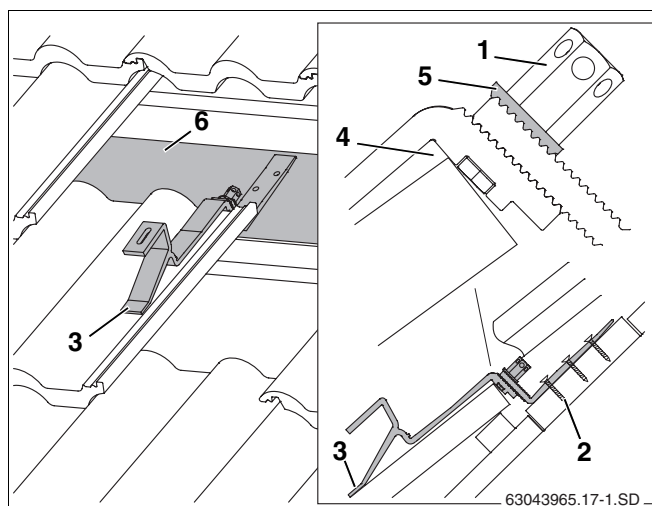

Fig. 15 Gancho para telhados instalado (para uma melhor imagem, algumas telhas não estão apresentadas)
- ▶ Colocar o apoio à frente de tal forma que no caso de carga este assente numa concavidade (fig. 15, **item 3**).
O gancho para telhados deverá ter alguma folga no bordo superior da telha (fig. 15, **item 4**). Eventualmente, ajustar a telha em cima.
- ▶ Deslocar para baixo o gancho para telhados até que este assente no caibro ou nas tábuas/pranchas (fig. 15, **item 6**).
A anilha dentada (fig. 15, **item 5**) deve encaixar na parte inferior dentada do gancho para telhados.
- ▶ Apertar a porca sextavada comprida (fig. 15, **item 1**). Para o efeito, introduzir a chave SW5 no furo da porca sextavada e rodar.
- ▶ Fixar a parte inferior do gancho para telhados, pelo menos, ao primeiro (fig. 15, **item 2**) e segundo furos no caibro com parafusos adequados.